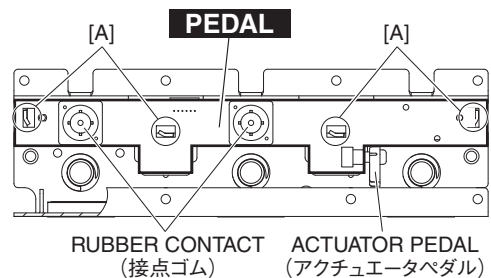

Fig. 16 (図16)
- 21-6 Remove the two (2) rubber contacts (SOFT, SOSTENUTO) attached to the PEDAL circuit board. (Fig. 16)
- 21-7 Straighten the four (4) bent frame portions marked [A]. The PEDAL circuit board can then be removed. (Fig. 16)
- 21-8 Pull out the actuator pedal from the PEDAL circuit board. (Fig. 16)
- 21-6 PEDAL シートに取り付けられている接点ゴム (ソフト、ソステヌート) 2 個を外します。(図 16)
- 21-7 [A] のフレーム折り曲げ部 (4箇所) をベンチ等で真直ぐに戻して、PEDAL シートを外します。(図 16)
- 21-8 PEDAL シートより、アクチュエータペダルを引き抜きます。(図 16)